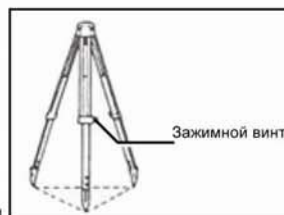

Рис.1
1) Развяжите ремень вокруг ножек штатива и освободите зажимные винты. (Рис. 1)